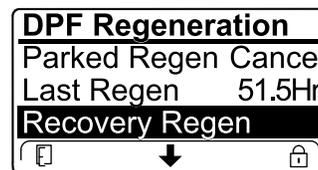

図 78
- エンジンコンピュータがリカバリ再生を要求していないのに、リカバリ再生 RECOVERY を選択することはできません。リカバリ再生はロックされ、施錠アイコン (図 78) がインフォセンターの右下に表示されます。